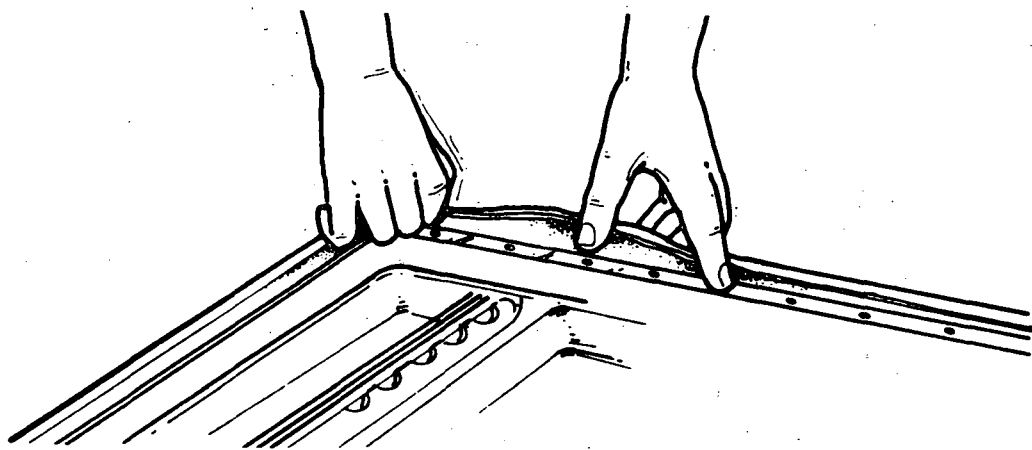

Fig. 1
- a Coloque os retentores e a gaxeta (fig. 1).